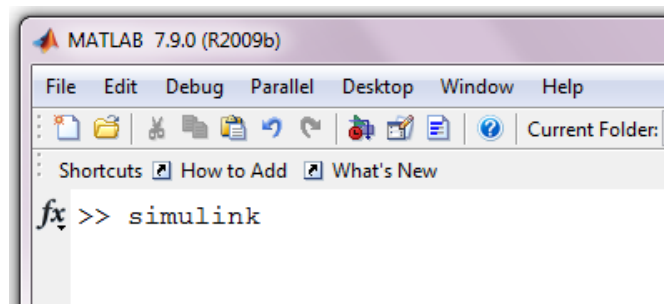

Fig. 1. Lansarea în execuție a mediului SIMULINK, utilizând comanda *simulink*.
- Din mediul MATLAB, în fereastra principală MATLAB Command Window, în linia de comandă se dă comanda *simulink* și se execută, așa cum este prezentat în Fig.1.